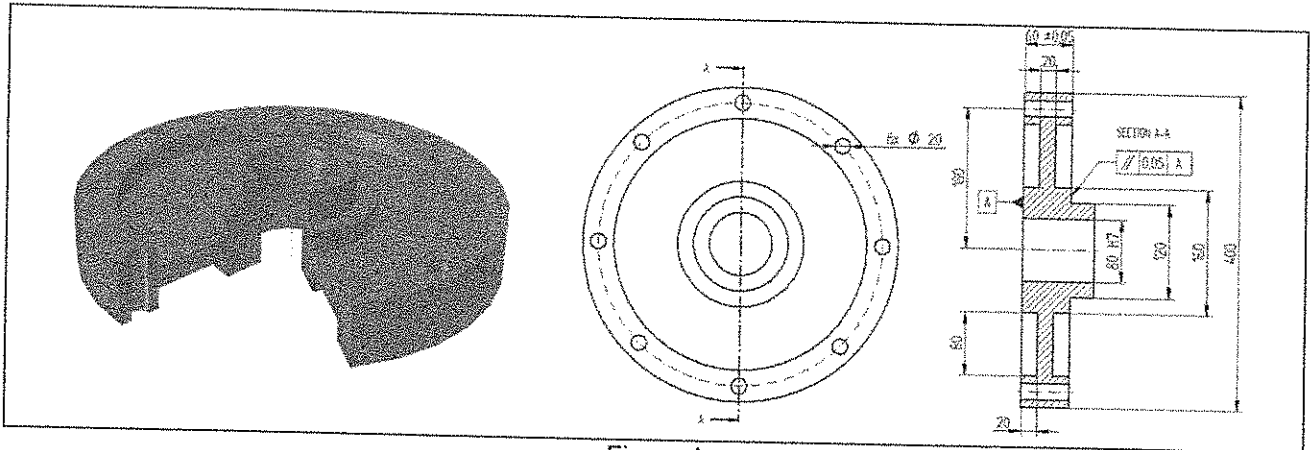

Figura 1
In figura 1 è riportato un ponte di sollevamento per motocicli con azionamento idraulico e comandato tramite pompa a pedale. Il sistema ha una portata massima di 400 kg. La pedana deve avere una sagoma $L \times P = 1950 \pm 150 \times 600 \pm 50$. La corsa verticale della pedana deve essere pari a 850 mm, con partenza da terra avente livello carrabile ad un massimo di 40 mm dalla quota del pavimento di appoggio
1. Realizzi uno schema grafico del meccanismo in figura 1, utilizzando simboli grafici dei vincoli, riportando in scala lo schema a fildiferro in una configurazione a scelta.
Il componente riportato in figura 1 deve essere realizzato adoperando uno tra i seguenti tipi di acciai: C60; 42CrMo4; 41CrAlMo7 (tutti i materiali presentano un contenuto iniziale di azoto pari allo 0.002% in peso) a partire da una billetta cilindrica con rapporto H/D pari a 3/2.
13. definisca i processi tecnologici e la loro sequenza per la realizzazione del componente in figura 1;